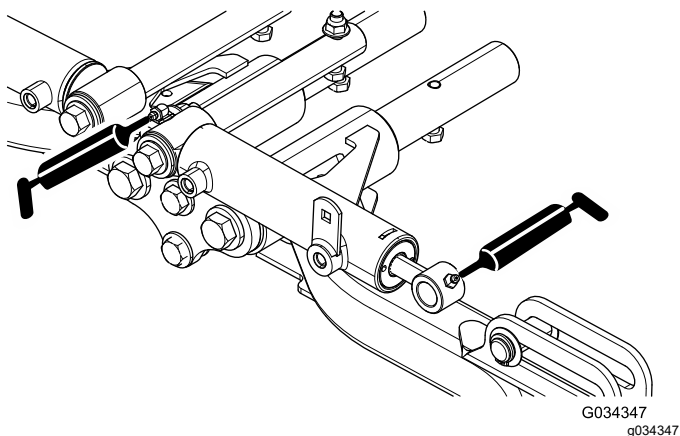

Figura 49
- Pivotes y cilindros de elevación de los brazos de elevación delanteros (3 en cada); consulte Figura 49.